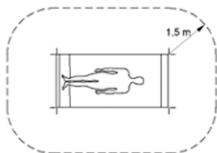

Abb. 2
- ⚠** Wechseln Sie die Batterien außerhalb der Patientenumgebung (mindestens 1,5 Meter vom Patienten oder der Patientenaufgabe entfernt gemäß IEC 60601-1, siehe Abb. 2). Lassen Sie das Gerät abkühlen, bevor Sie die Batterie wechseln.